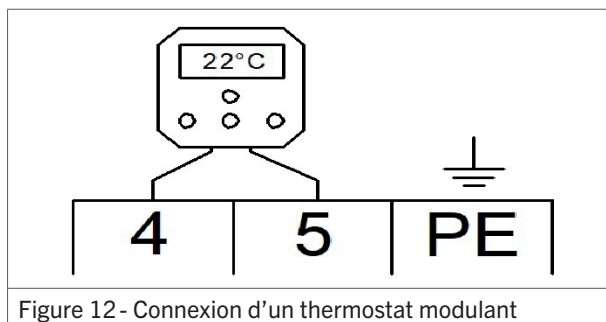

Figure 12- Connexion d'un thermostat modulant
1. Connectez les deux fils de commande aux bornes 4 et 5 (voir figure 12 ou le schéma de câblage électrique au §9).